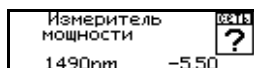

Рис. 29. Режим «Измеритель мощности»
1. Войдите в меню с помощью кнопки  и переключитесь на режим «Измеритель мощности» с помощью кнопок  (рис. 29).